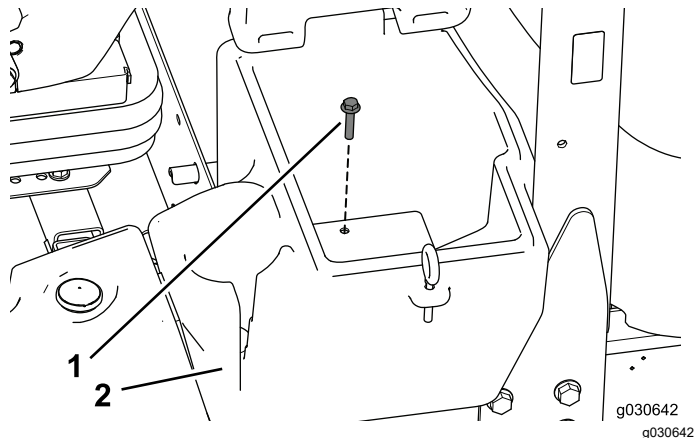

Рисунок 3
1. Выверните и сохраните болт крепления отделения для хранения, расположенный с левой стороны машины (Рисунок 3).